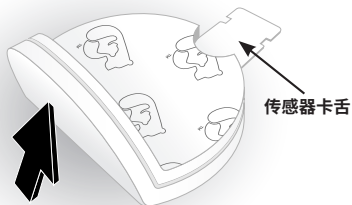

图 3-5:取下传感器
2. 从传感器的边缘开始,轻轻地从患者前额取下传感器(图 3-5)。